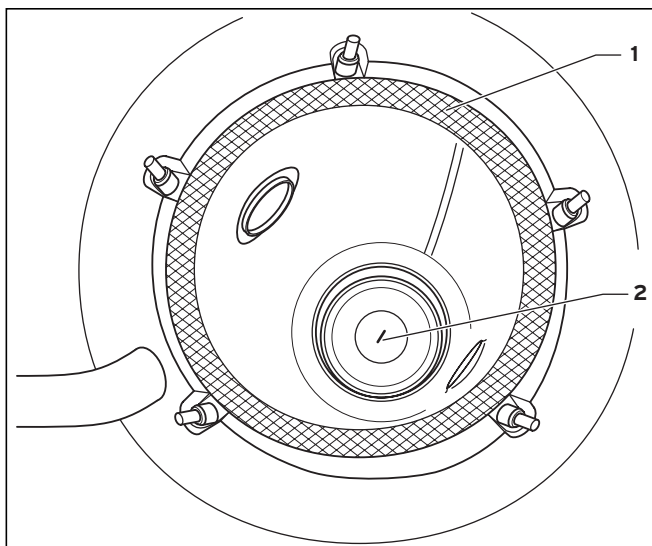

Abb. 7.7 Geöffnete Brennkammer
- Überprüfen Sie die Dichtschnur (1) auf Beschädigung und Verschleiß und ersetzen Sie sie gegebenenfalls.
- Entnehmen Sie die beiden Reinigungsbürsten. Die Reinigungsbürsten befinden sich im unteren Bereich hinter der Verkleidung (siehe Abb. 7.7)